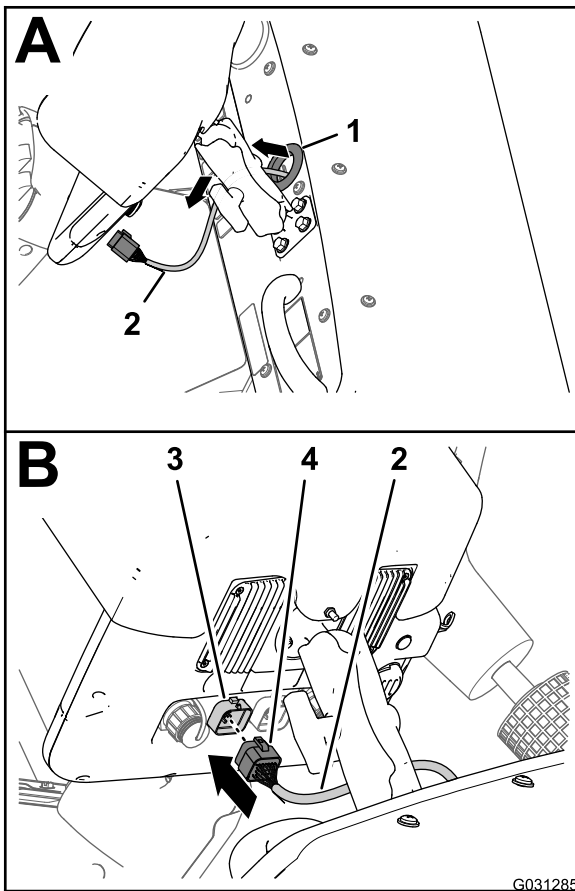

**Figura 175**
3. Passe a secção com 220 cm da cablagem dos dados para a frente e para cima através do olhal que rodeia o orifício no painel do piso (**Figura 175**).
4. Passe a secção com 220 cm da cablagem dos dados para cima e ao lado da cablagem dianteira da máquina (**Figura 175**).